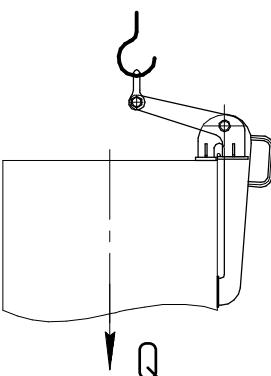

Рис. 3. Схема нагружения ПГЗ
- внеочередных обследований в случаях если была авария или несчастный случай с участием изделия. Проверку технического состояния захвата при обследованиях производить грузом, превышающим грузоподъемность на 25%, согласно схеме нагружения захвата (см. рис. 3).